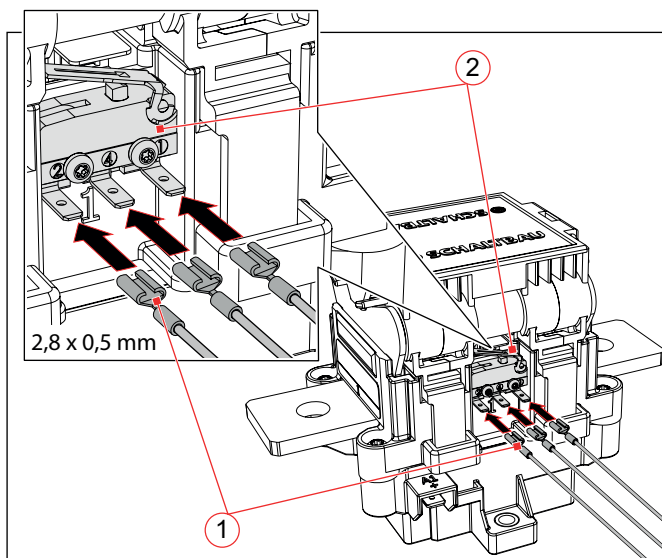

Abb. 16: Hilfsschalter S880 anschließen (die Abbildung zeigt C310A, die Vorgehensweise bei C310K und C310S ist identisch)
- ▶ Steuerleitungen und Flachsteckhülsen nur in Steckrichtung bewegen und verlegen, siehe **Abb. 16**.
- ▶ Die vorbereiteten Steuerleitungen mit den Flachsteckhülsen (1) an die Anschlüsse (2) des Hilfsschalters aufstecken.